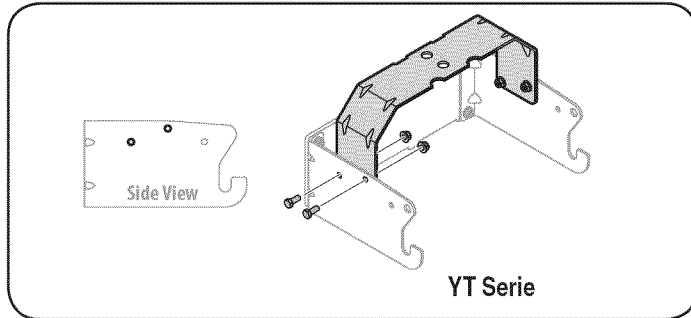

Figure 5
- **Para Modelos YT Serie:** Vea la Fig. 5.